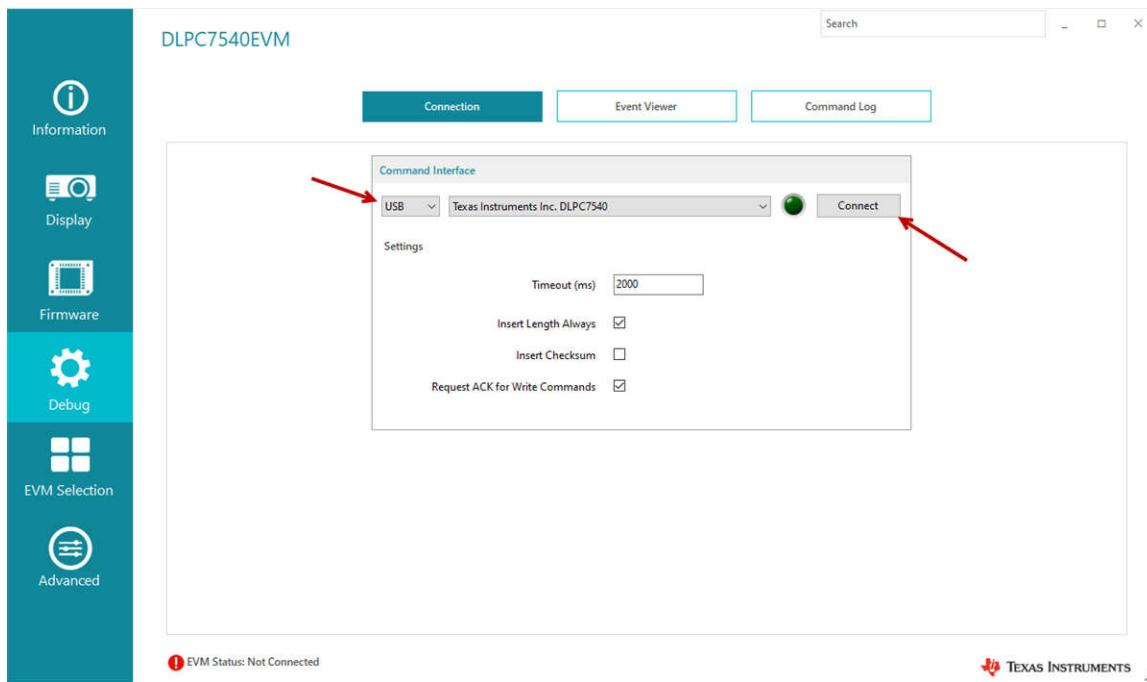

图 3-3. 命令界面设置
- b. 对于 USB，请选择 USB 接口并点击 *Connect*；请参阅图 3-3。